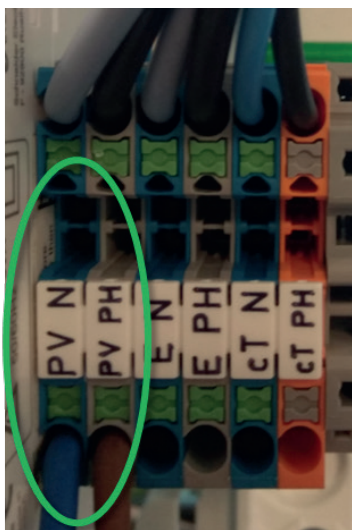

Figure 5: Connexion de l'onduleur
- Si nécessaire, câbler la terre sur le bornier vert en bas du tableau (voir figure 5 et 6)